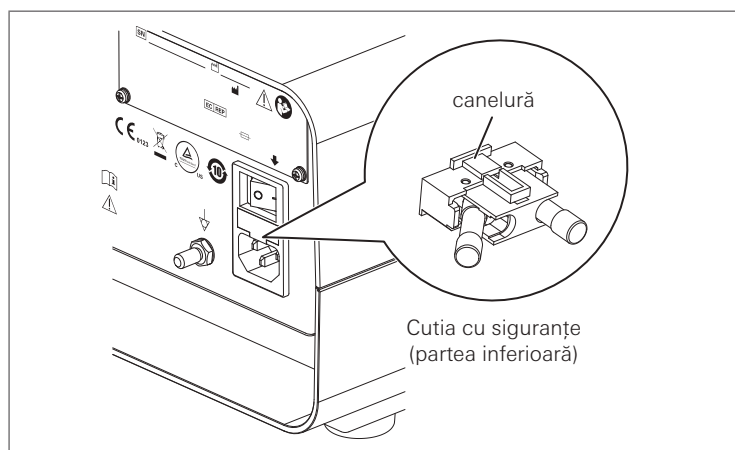

Figura 6.1
2. Introduceți șurubelnița plată în canelura de pe cutia cu siguranțe, aflată chiar dedesubtul prizei pentru fișa de alimentare (consultați Figura 6.1).